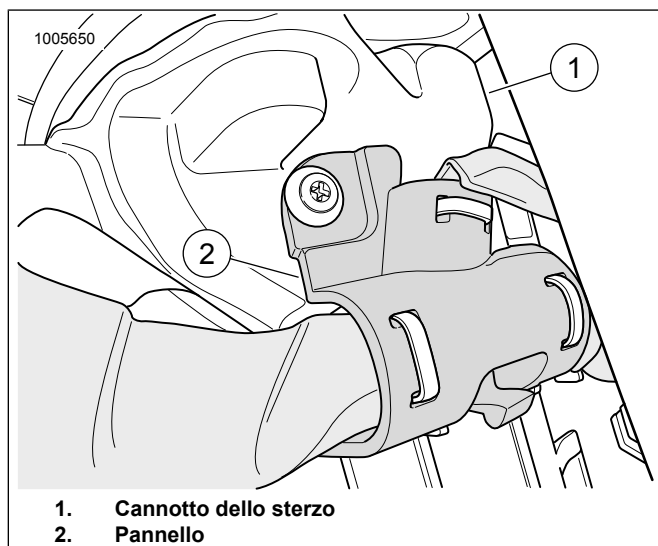

Figura 4. Cannotto dello sterzo
9. Vedere la figura 4. Disporre l'estremità del cablaggio da 48 in fino al cannotto dello sterzo (1). Usare il pannello (2) per fissare il cablaggio.